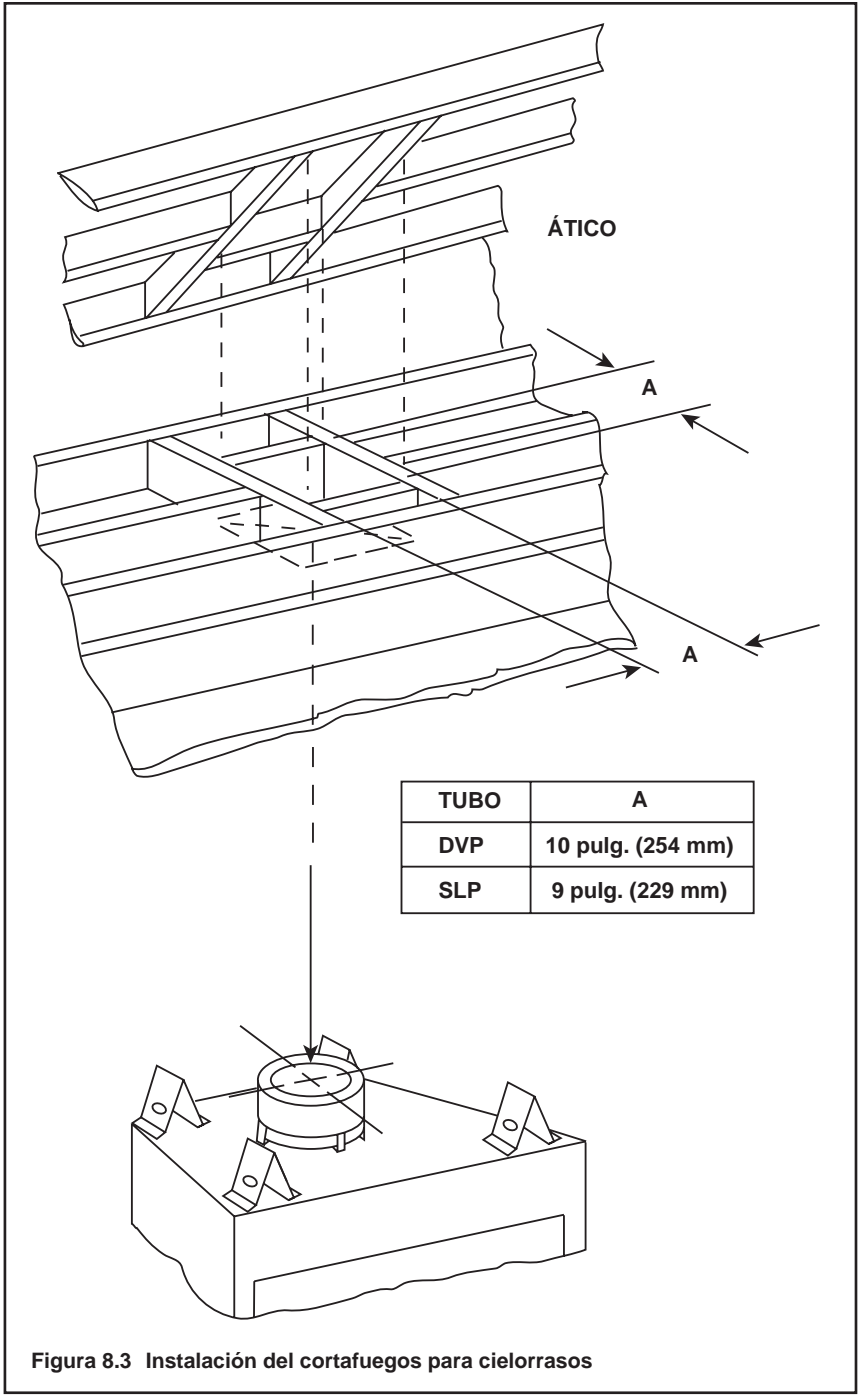

Figura 8.3 Instalación del cortafuegos para cielorrasos
- **Solamente tubo DVP** - Enmarque una abertura de 10 pulg. x 10 pulg. (254 mm x 254 mm) si el tubo de escape penetra un cielorraso/piso (consulte la Figura 8.3).
- **Solamente tubo SLP** - Enmarque una abertura de 9 pulg. x 9 pulg. (229 mm x 229 mm) si el tubo de escape penetra un cielorraso/piso (consulte la Figura 8.3).